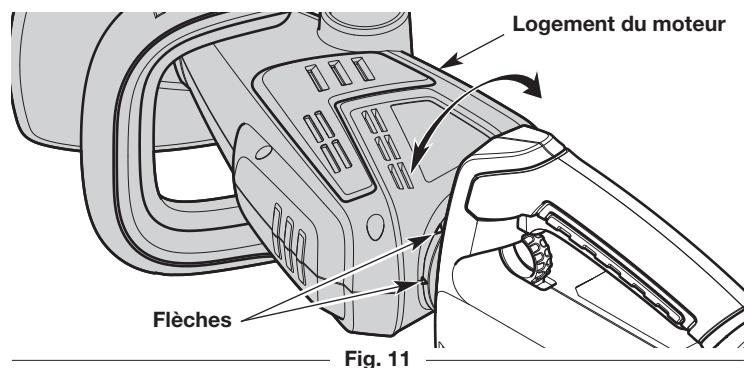

Fig. 11
2. Faites pivoter le logement du moteur à l'angle désiré. Il existe plusieurs positions prédefinies. Chaque position est marquée d'une flèche (Fig. 11).